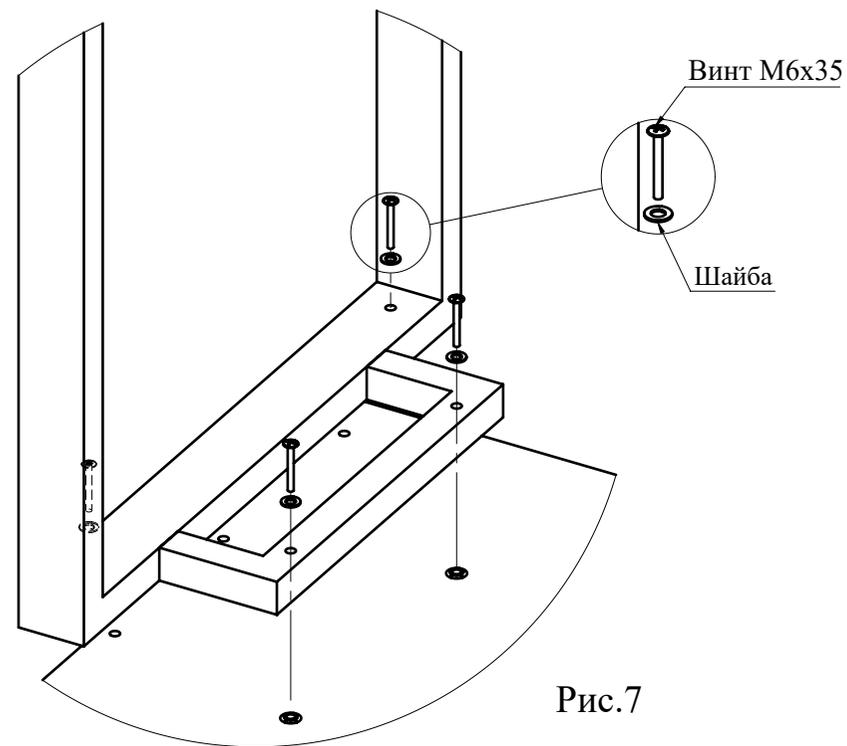

Рис.7
6. Прикрутите стойку матовую (Рис. 7).